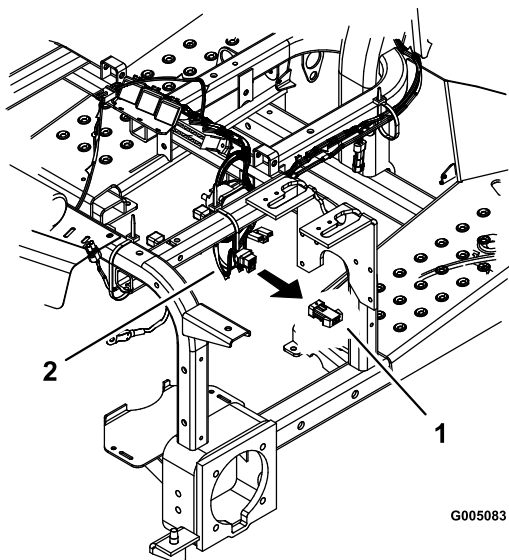

Figura 33
5. Togliete il ponticello dal cablaggio preassemblato principale, sotto la consolle (Figura 33).